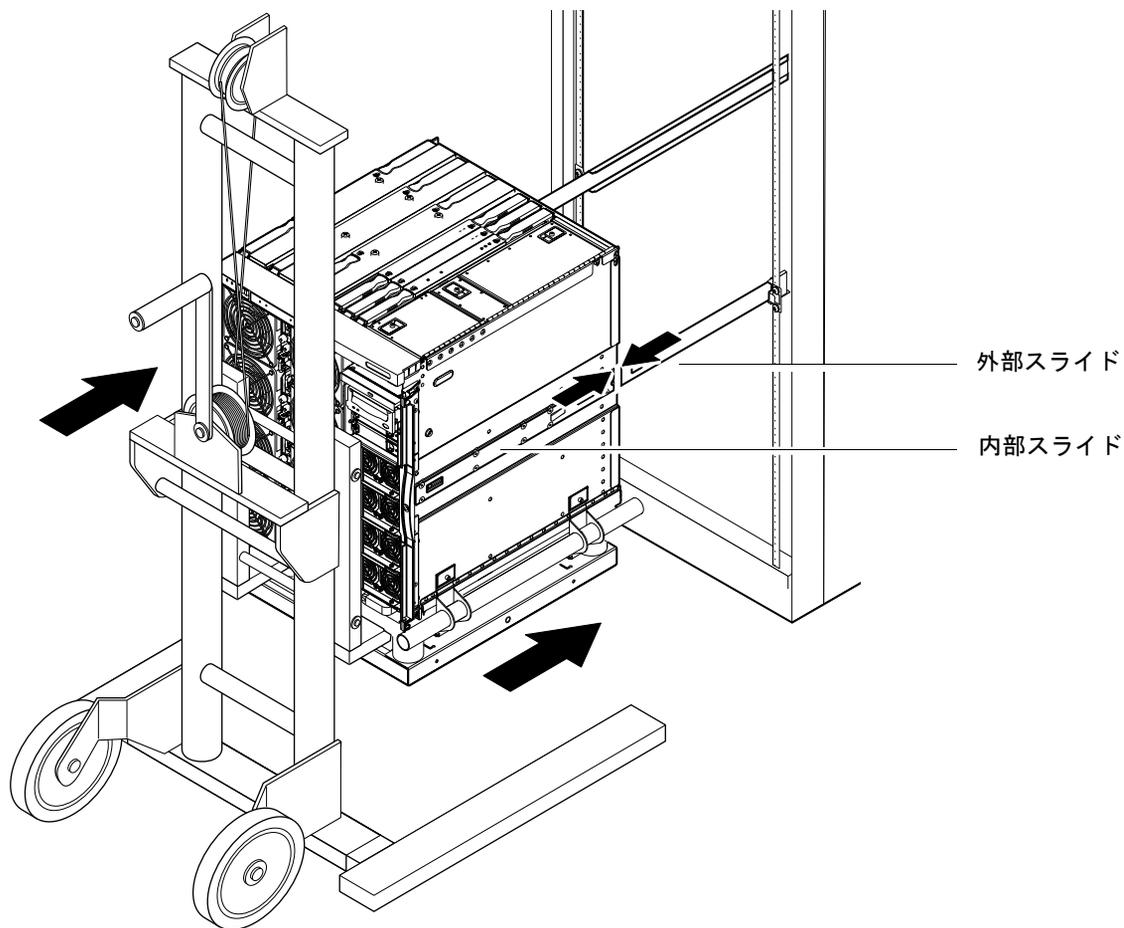

図 1-9 スライドの位置合わせ
6. システムのスライドがキャビネットの外部スライドに完全にかみ合うまで、リフターを前方に注意深く移動させます (図 1-9)。